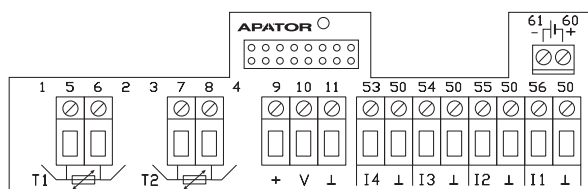

Fig. 13
- calculador con un bornero para el sensor de temperatura de 2- hilos, un bornero para la conexión del sensor de caudal principal y un bornero para la conexión de 4 dispositivos adicionales (Fig. 13),
Cuando se mide con sensores de 2- hilos (Fig. 13), el sensor T1 (temperatura de alimentación) debe conectarse al conector marcado con los números 5, 6, mientras que el sensor T2 (temperatura de retorno) - al conector no. 7, 8.